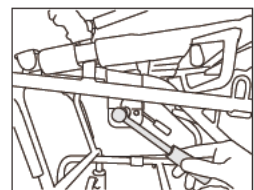

図10
5. 正しい位置に降りたことを確認し、着脱レバーを確実に掛けます。(図10)